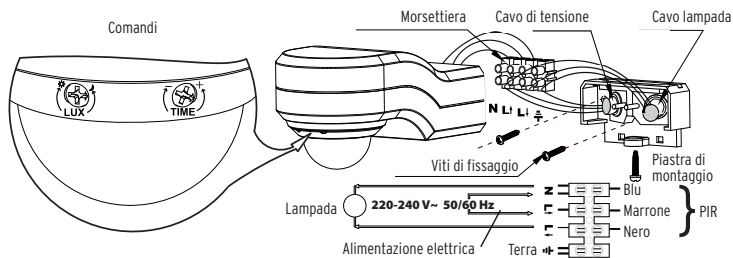

Fig. 2
INSTALLAZIONE (vedi anche fig.2)**IMPORTANTE:**
8. Collegare il cavo di rete e quello della lampada alla morsetteria (vedi fig. 2).
COMPRESIONE DEI COMANDI (v.fig.2)**REGOLAZIONE DELLA DURATA DI ILLUMINAZIONE:**